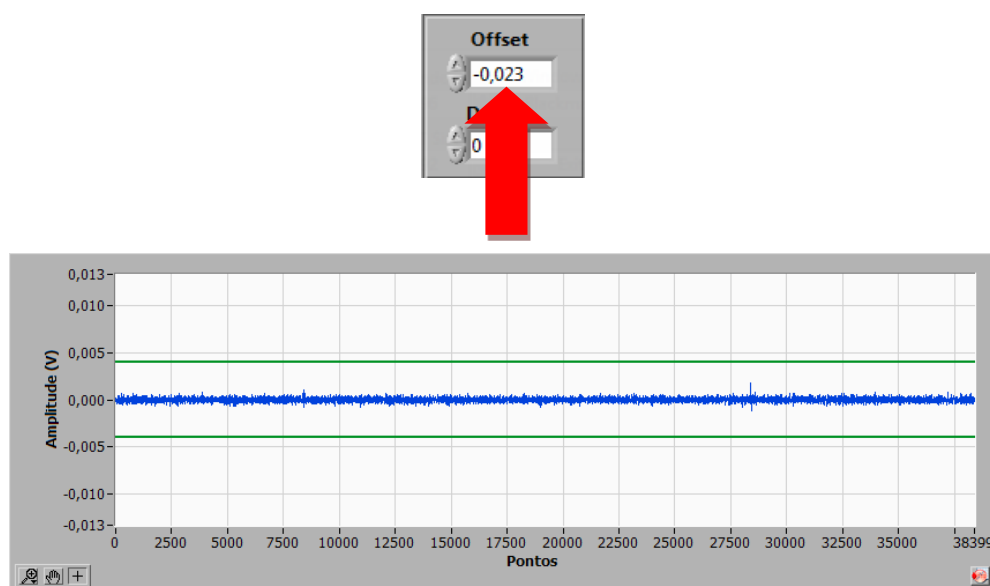

Figura 14. Detalhe do resultado da configuração da opção "Offset".
Passo 04: Realize ajustes sucessivos mudando o valor do "Offset" e visualizando o resultado pelo botão "Testar", até que o valor médio da linha azul encontre-se no zero de amplitude (Figura 14).